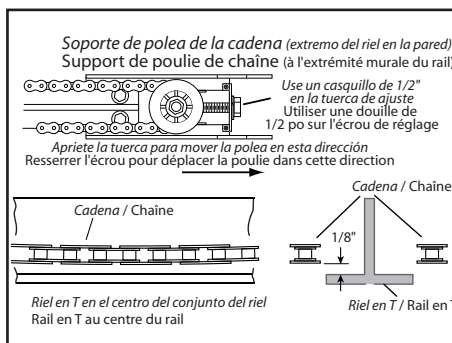

FIG. 1-6 Ajuste de la cadena.
2. Apriete la cadena girando en sentido dextrorso la tuerca de ajuste. La tuerca de ajuste de la cadena está localizada opuesta a la caja de control en el otro extremo del riel (Fig. 1-6).
3. Tense la cadena hasta que la cadena esté aproximadamente 1/8 de pulgada encima de la base del riel en el punto medio del riel (Fig. 1-6).
2. Resserir la chaîne en tournant l'écrou de réglage dans le sens horaire. L'écrou de réglage de la chaîne est situé à l'opposé de la tête motorisée à l'autre extrémité du rail (Fig. 1-6).
3. Resserir la chaîne jusqu'à ce que la chaîne soit 1/8 po au-dessus de la base du rail au milieu du rail (Fig. 1-6).